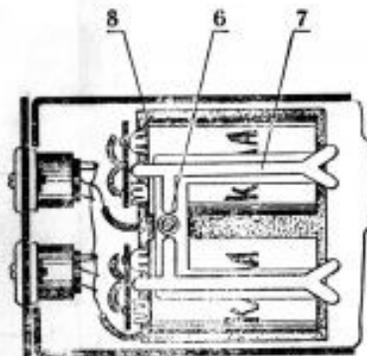

РИС. 1
5.1. Отвернуть винт (ноз. 3) на торцевой стороне корпуса и два винта на крышке. Снять крышку. Отвернуть винт (ноз. 6) и снять держатель (ноз. 7). Подключить батареи «Крона ВЦ» к входкам питания. Положить батареи на картонную прокладку (ноз. 8) и закрыть их как показано на рис. 1.